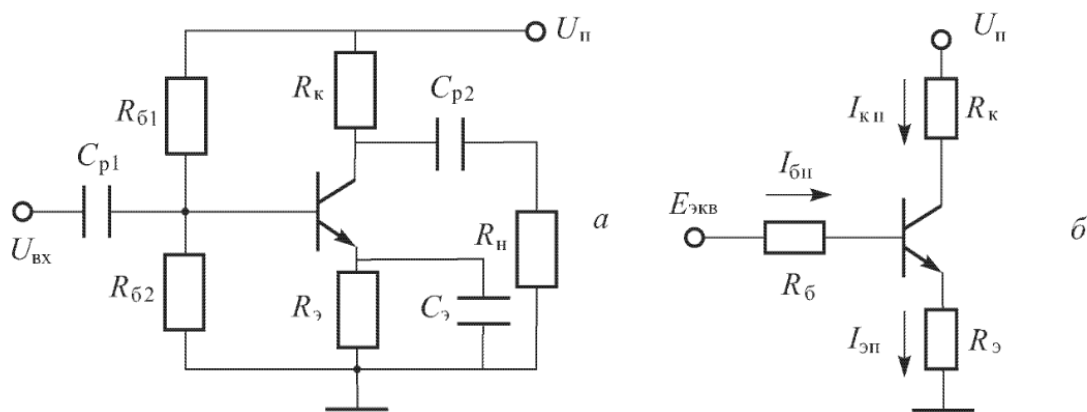

Рисунок 1 – Эквивалентная схема резисторного усилителя
1. Определить точку покоя резисторного усилителя (рисунок 1) на транзисторе КТ 3176 А9, если: $U_n = 10$ В, $R_k = 19,5$ Ом, $R_3 = 0,5$ Ом, $R_{\delta 1} = 385$ Ом, $R_{\delta 2} = 40$ Ом, $h_{21э} = 180$. Характеристики транзистора приведены на рис. П.3. Определить дифференциальный параметр $h_{11э}$ в точке покоя.
2. Определить точку покоя резисторного усилителя (рисунок 1) на транзисторе 2Т 860 А, если: $U_n = 16$ В, $R_k = 9$ Ом, $R_3 = 1$ Ом, $R_{\delta 1} = 650$ Ом, $R_{\delta 2} = 100$ Ом, $h_{21э} = 140$.
3. Определить точку покоя резисторного усилителя (рисунок 1) на транзисторе 2Т860 А, если: $U_n = 24$ В, $R_k = 19$ Ом, $R_3 = 1$ Ом, $R_{\delta 1} = 900$ Ом, $R_{\delta 2} = 100$ Ом, $h_{21э} = 130$.